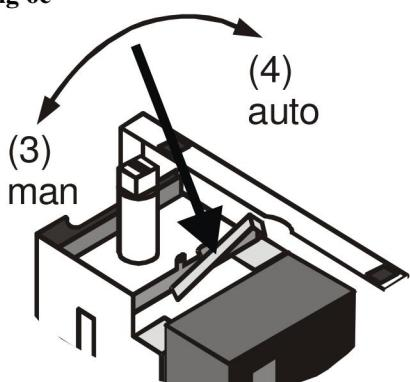

Fig. 7
(2) Диапазон давления (Рис. 7)